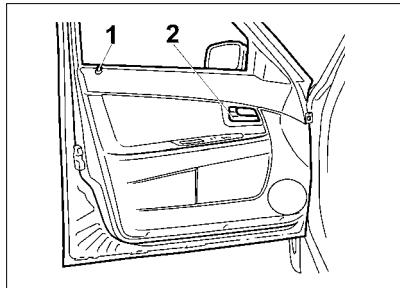
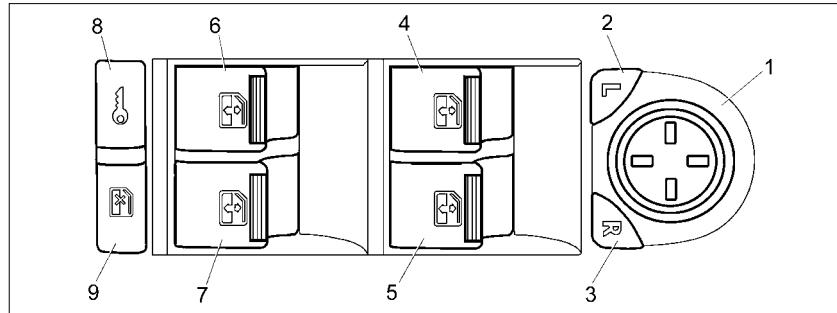
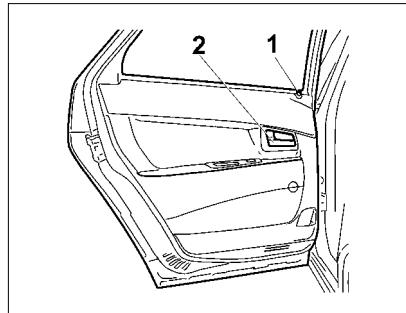

Рис. 4. Передняя левая дверь
Рис. 6. Модуль двери водителя
Рис. 7. Задняя левая дверь
ционного управления; изнутри – нажатием кнопки 1 (рис. 4, 5) на обивке двери или клавиши 8 в модуле двери водителя (рис. 6). Блокировать замки передних дверей можно только при закрытых дверях.
* В вариантом исполнении переключатели поз. 6, 7, 9 рис. 6 могут отсутствовать.
ем кнопки 1 (рис. 7, 8) на двери или клавиши 8 в модуле двери водителя (рис. 6). Блокировка замков задних дверей возможна как при открытых, так и при закрытых дверях.
Для опускания и подъема стекла задних дверей используются электростеклоподъемники (**в вариантом исполнении**), которые приводятся в действие переключателями 6 и 7 (рис. 6) в модуле двери водителя и кнопками ⏪ и ⏫ пульта дистанционного управления.